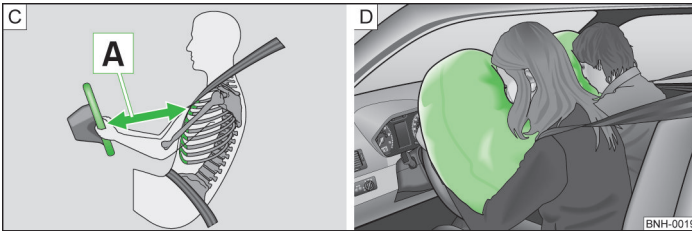

Abb. 159 Sicherer Abstand zum Lenkrad / gasgefüllte Airbags
Werden die Airbags ausgelöst, entfalten sich diese vor dem Fahrer und Beifahrer » Abb. 159 - D. Beim Eintauchen in den voll aufgeblasenen Airbag wird die Vorwärtsbewegung des Fahrers und Beifahrers gedämpft und das Verletzungsrisiko für Kopf und Oberkörper reduziert.
- Für den Fahrer und Beifahrer ist es wichtig, einen Abstand von mindestens 25 cm zum Lenkrad bzw. zur Schalttafel einzuhalten A » Abb. 159. Wenn Sie den Mindestabstand nicht einhalten, kann Sie das Airbag-System nicht schützen - Lebensgefahr! Außerdem müssen die Vordersitze und die Kopfstützen immer der Körpergröße entsprechend richtig eingestellt sein.